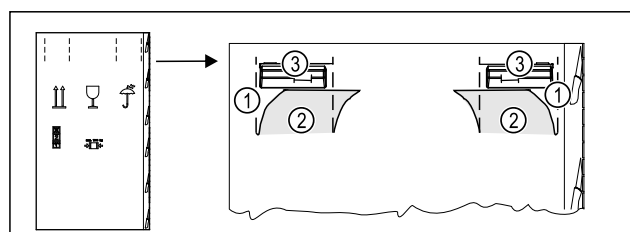

Fig. 3
- Introduire le carton d'emballage en haut au niveau de la perforation Fig. 3 (1).
- Retirer les languettes enfoncées Fig. 3 (2).
- ▶ La poignée de transport *Fig. 3 (3)* à droite et à gauche est visible.
- ▶ Tenir l'appareil au niveau des poignées de transport *Fig. 3 (3)*.